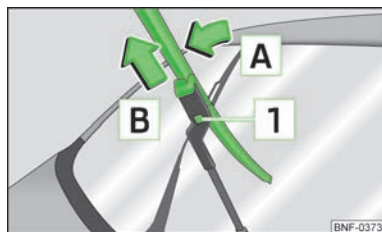

Fig. 30
- › Løft viskerarmen fra bagruden, og vip viskerbladet lidt i retning mod viskerarmen, pil **[A]** » Fig. 30.